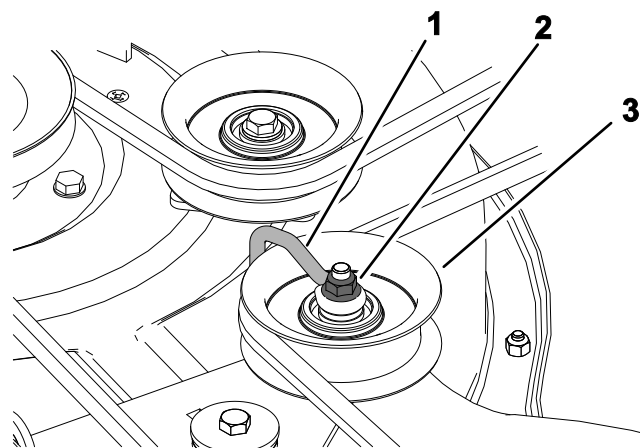

Figura 56
6. Per piatti con 3 lame, allentate il dado che fissa il filo sagomato alla puleggia tendicinghia (Figura 56).
- Nota:** Posizionate il filo sagomato contro il braccio del tendicinghia come mostrato nella Figura 56.